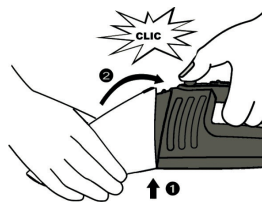

Figura 9
6. Vuelva a colocar el depósito en el bloque del motor hasta que se oiga el «clic de bloqueo», tal como se indica en la figura 9, y vuelva a colocar el aparato en la base de carga.